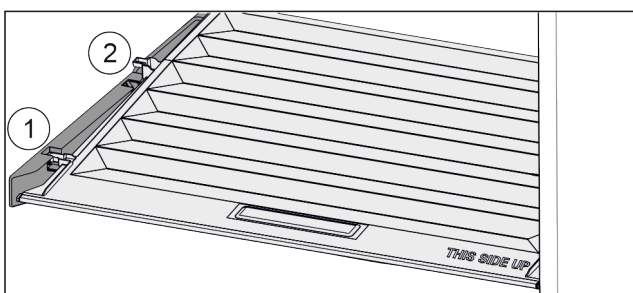

Fig. 116
- ▶ Tirer le couvercle vers l'avant jusqu'à dans l'orifice des pièces de retenue Fig. 116 (1).
- ▶ Le soulever par le bas à l'arrière et le sortir par le haut Fig. 116 (2).